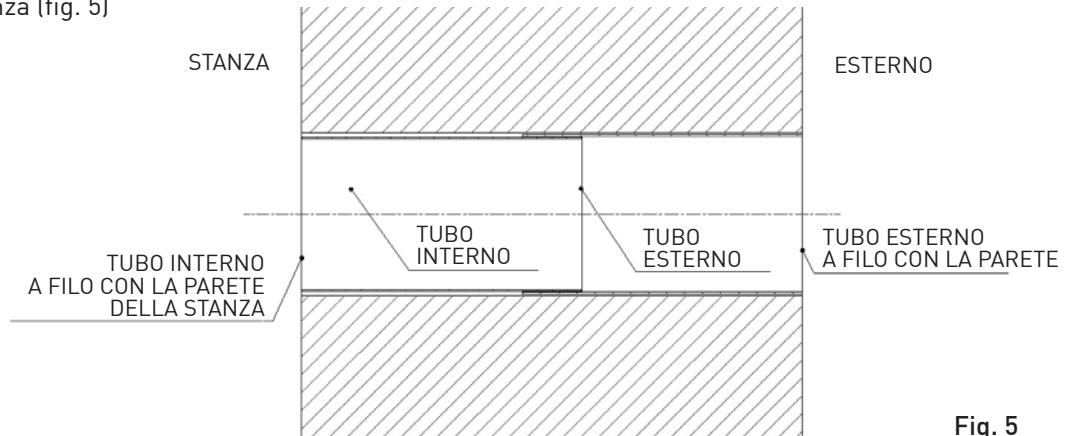

Fig. 5
4. Far scorrere il tubo interno rispetto al tubo esterno portandolo a filo con la parete della stanza (fig. 5)